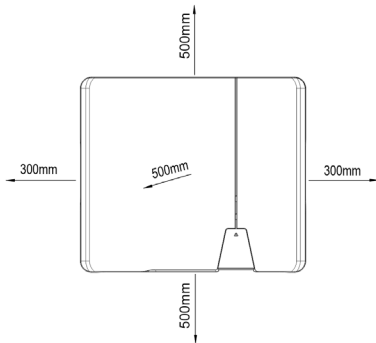

Fig. 3.1 : Appareil en installation extérieure
**REMARQUE :** Les distances minimales entre deux appareils ou entre l'appareil et le plafond/sol sont déjà indiquées dans le Schéma Fig. 3.1.